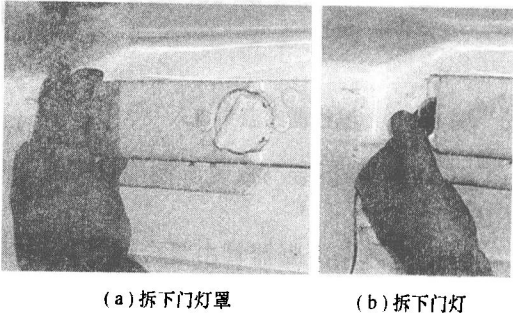
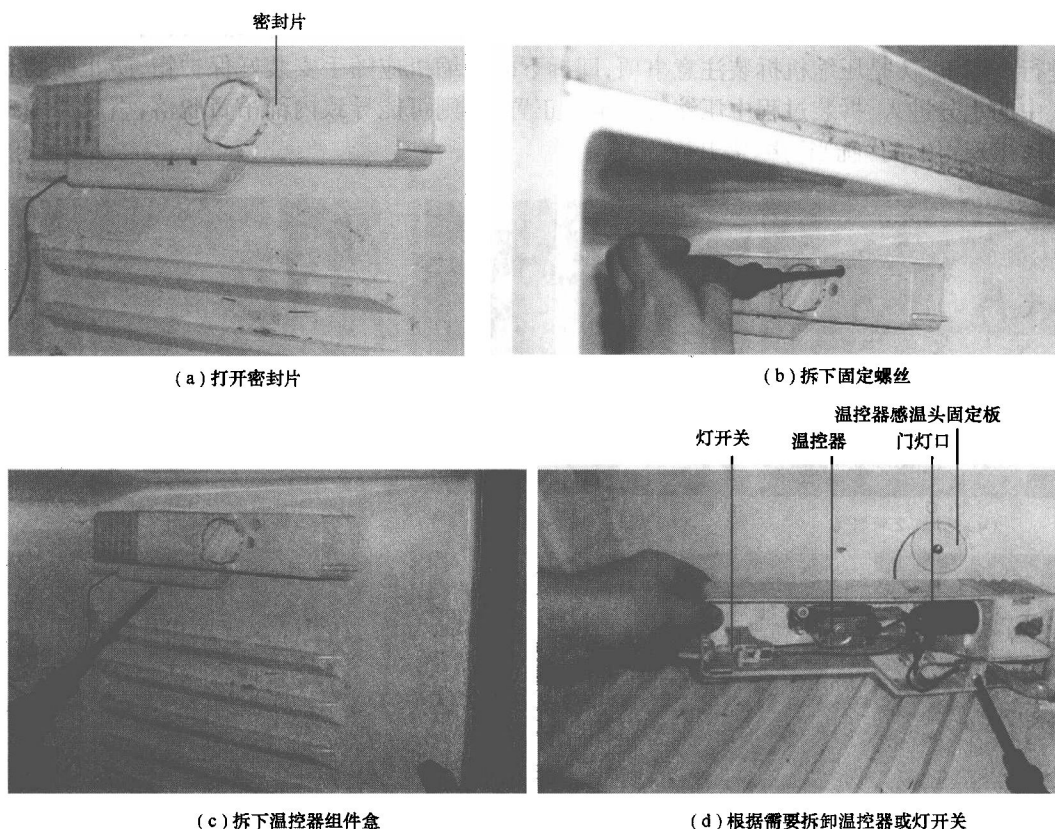

图 1-8 门灯拆装方法
图 1-9 温控器/灯开关拆装方法
(4)门灯、温控器/灯开关拆装方法。图 1-8 是门灯拆装方法,图 1-9 是温控器和灯开关拆装方法。安装是拆卸的逆过程。温控器的拆卸,还需将感温头固定板取下,并记住感温头盘入量,如图 1-10 所示,以便安装时与原来保持一致,如盘入量过少,会导致感知蒸发器温度系数下降,使电冰箱不停机或开机时间过长;盘入量过多,会导致电冰箱提前停机,电冰箱制冷达不到设定温度。